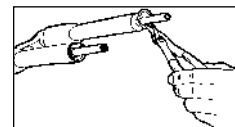

Fig. 8
- Retire las arandelas de presión del fondo de los tubos superiores utilizando unas tenazas de punta fina (ver Fig. 8).